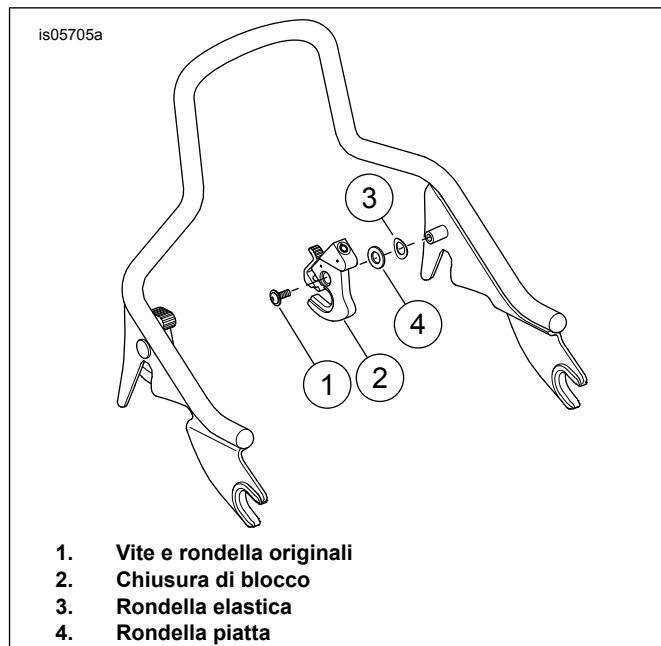

Figura 6. Installazione interna sinistra
Kit alzata schienalino	Vedere Figura 6, Installazione interna a sinistra
2. Vedere Figura 6 Installare la rondella elastica (3) sul mozzo di montaggio sinistro.
3. Installare la rondella piatta (4) dal kit sul mozzo di montaggio.
5. Installare la vite e la rondella originali (1).